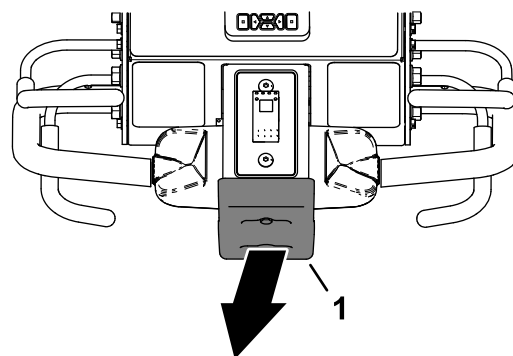

Bild 92
2. Entfernen Sie sich vom Anschlagsschalter (Bild 92).